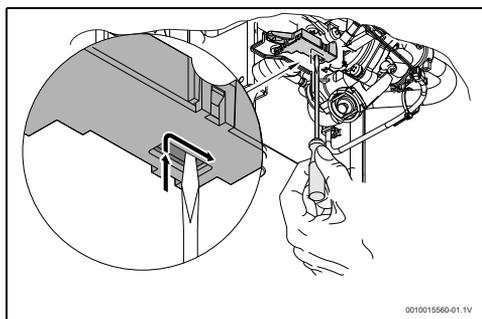

Fig. 28 Resetear el microinterruptor
- ▶ Posicionar el microinterruptor según la fig. 28.